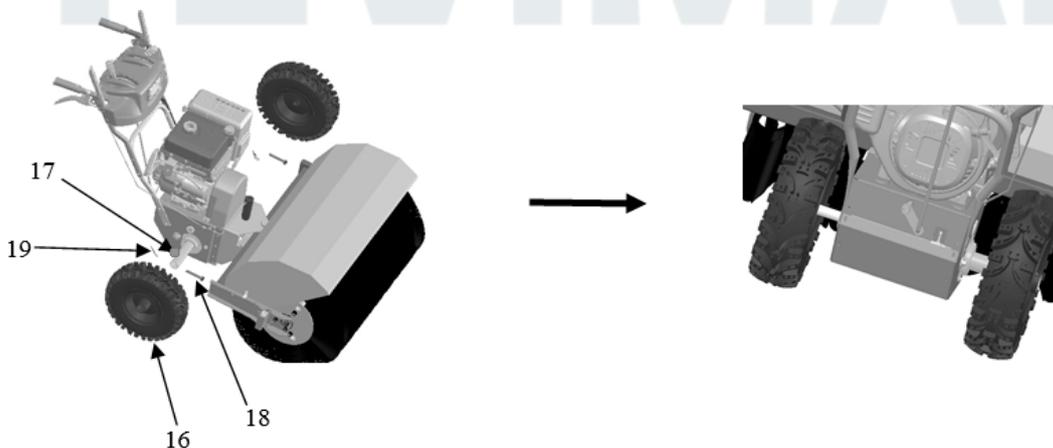

Рис.6
6. Установите колесо: как показано на рис. 6, установите колесо (16) (будьте внимательны, чтобы отличить правое колесо от левого) на вал колеса щетки (17), затем вставьте установочный болт (18) в вал (с внешней стороны колеса) и проведите Н-образный шплинт (19) через центральное отверстие установочного болта (18).